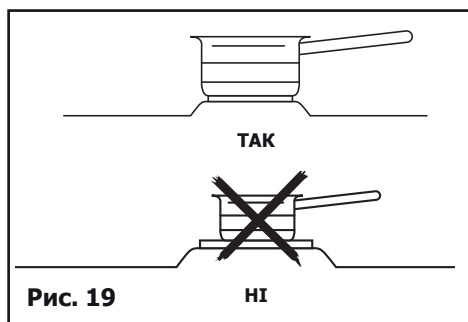

Рис. 19
- Використовуйте посуд належного розміру: діаметр дна має бути більшим або дорівнювати діаметру електричної конфорки (**Рис. 19**).